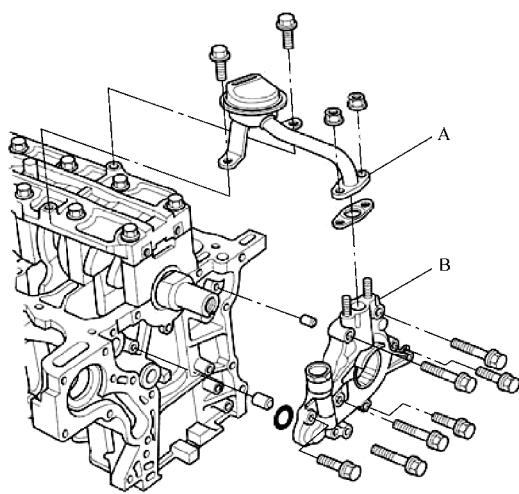

图 22-11 拆下机油泵
- 5) 拆下机油滤网 A，然后拆下机油泵 B，如图 22-11 所示。